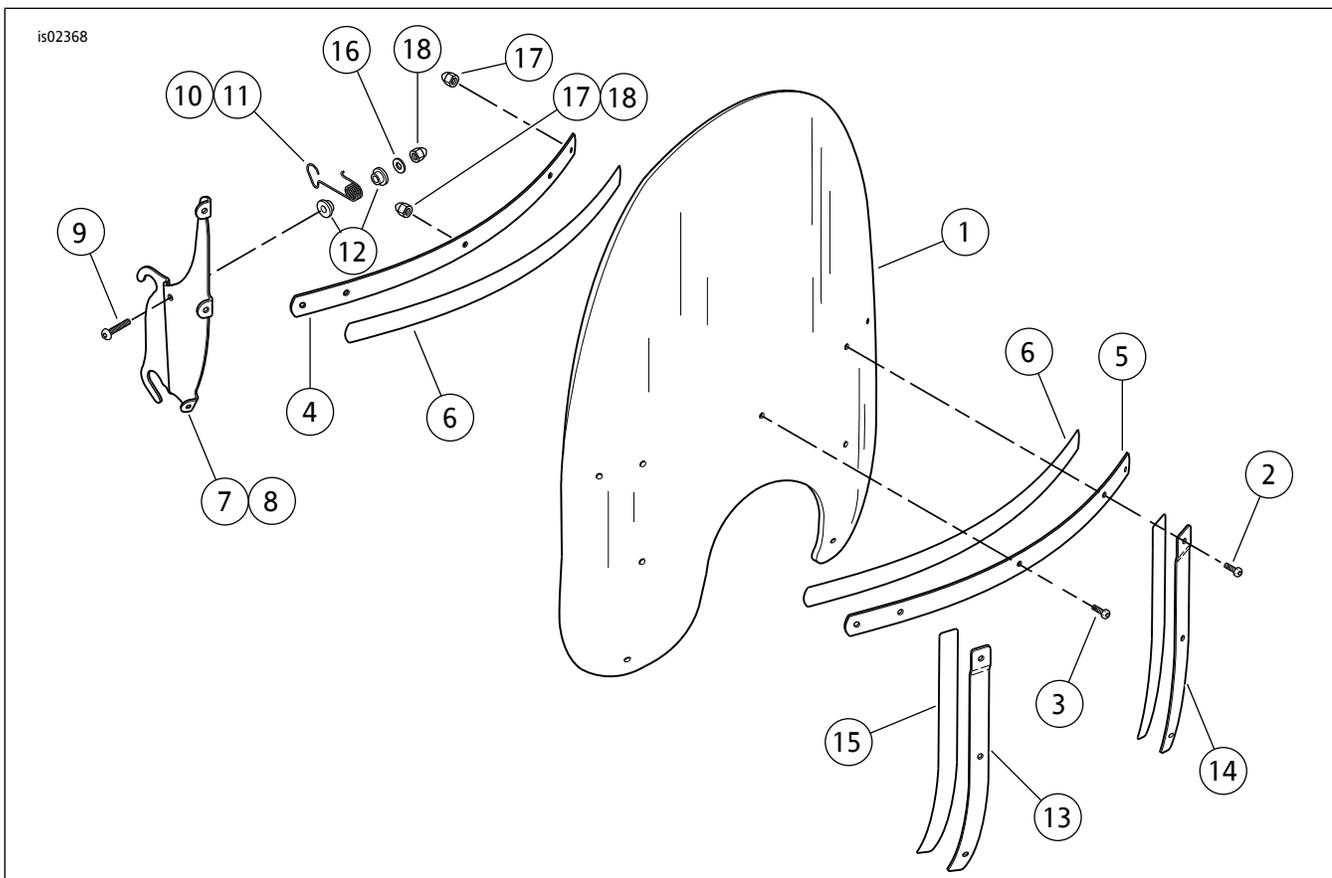
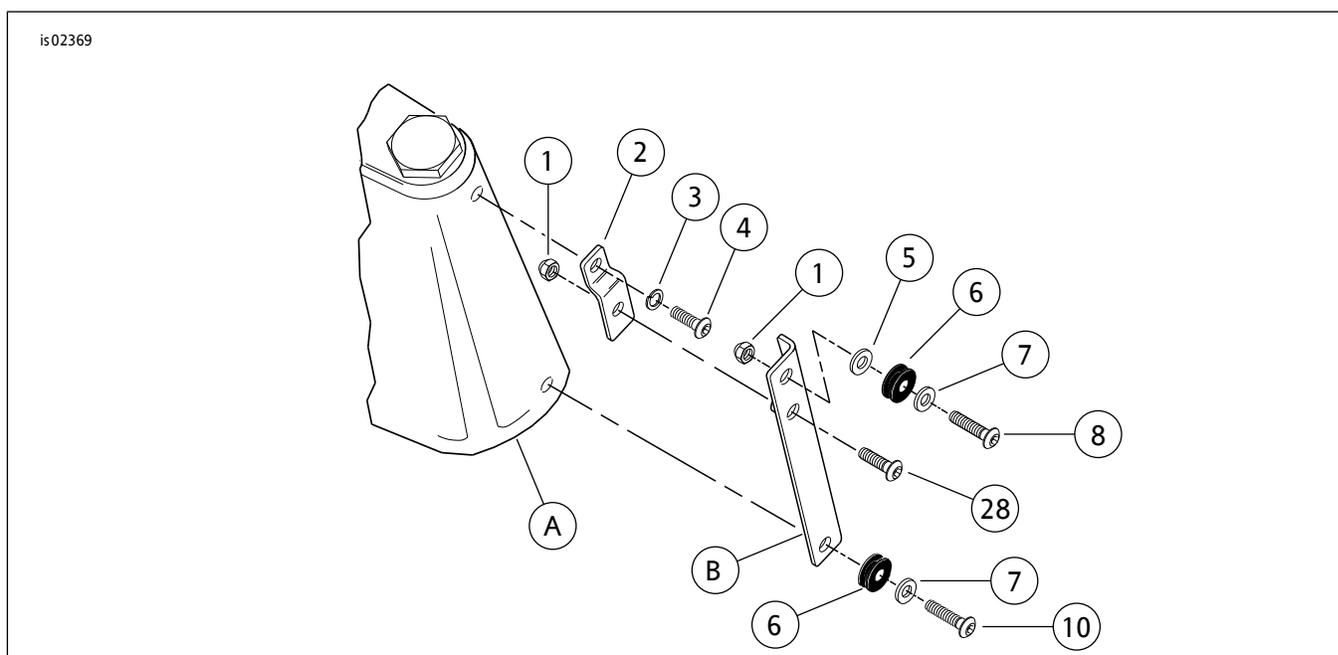

图1。维修零件：挡风玻璃套件
图2。维修零件：挡风玻璃五金套件
参见图1与表2、图2与表3。
2. 参见图2。保持底部雾灯/会车灯支架螺丝(10)在原地。朝向摩托车后部转动左右侧支架顶部。